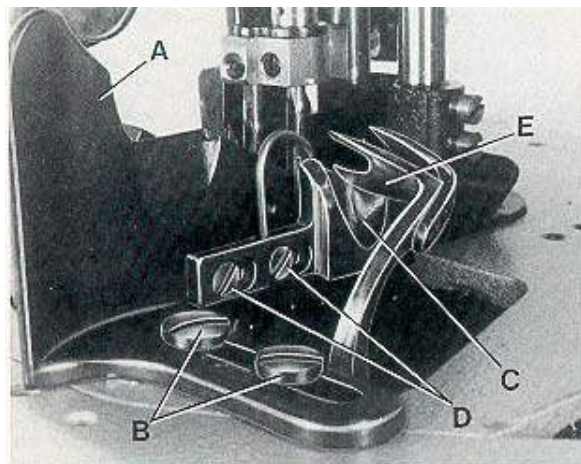

Fig. 26
Set the edge guide (A, Fig. 26) laterally as close as possible to the presser foot without contacting it. When loosening the two screws (B), the edge guide (A) can be moved laterally. Retighten screws.
Set the stitch tongue (C, Fig. 26) so that the rear part of the thread loop slides over the tongue onto the fabric, while the front part of the loop is retained until the right needle securely has entered the loop. After loosening screw (D) the stitch tongue (C) can be moved to the front or to the rear. When moving the stitch tongue to the rear, the front part of the thread loop is retained longer. Retighten screws (D).
On its travel the upper spreader (E, Fig. 26) should not contact stitch tongue (C).
Ajuste la guía tope (A, Fig. 26) tan cerca como sea posible al pie prensateclas, pero sin tocarlo. Cuando suelte los dos tornillos (B) la guía tope (A) podrá moverse lateralmente. Reajuste los tornillos de nuevo.
Ajuste la lengüeta de costura (C, Fig. 26), de manera tal que la parte trasera del lazo del hilo desliza sobre la lengüeta en el tejido, mientras la parte delantera del lazo del hilo queda retenida hasta que la aguja entra al lazo del hilo. Después de soltar los tornillos (D) la lengüeta de costura (C) podrá moverse hacia adelante o hacia atrás. Cuando la lengüeta de costura se mueva hacia atrás, la parte frontal del lazo del hilo quedará retenida por más tiempo. Reajuste los tornillos de nuevo (D). Durante el movimiento del spreader superior (E, Fig. 26) no deben tocar la lengüeta de costura (C).